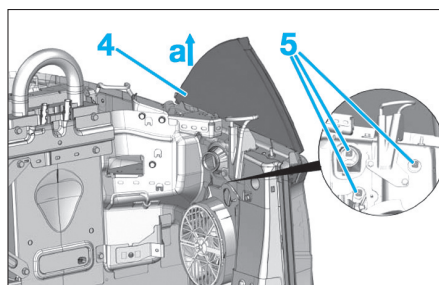

Fig. 78
- le joint lève-vitre extérieur de vitre (2),
- l'obturateur (3).
- Remonter la vitre de custode (4) en position maxi (Fig.78).
- les vis (5),
- la vitre de custode (4) suivant "a".